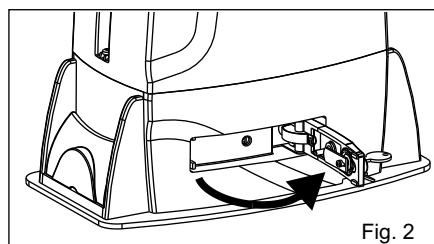

Fig. 2
1) Desactivar la corriente eléctrica (Fig.1), desbloquear el motor (Fig.2) y posicionar manualmente las antas a mitad de recorrido (Fig. 3-4).